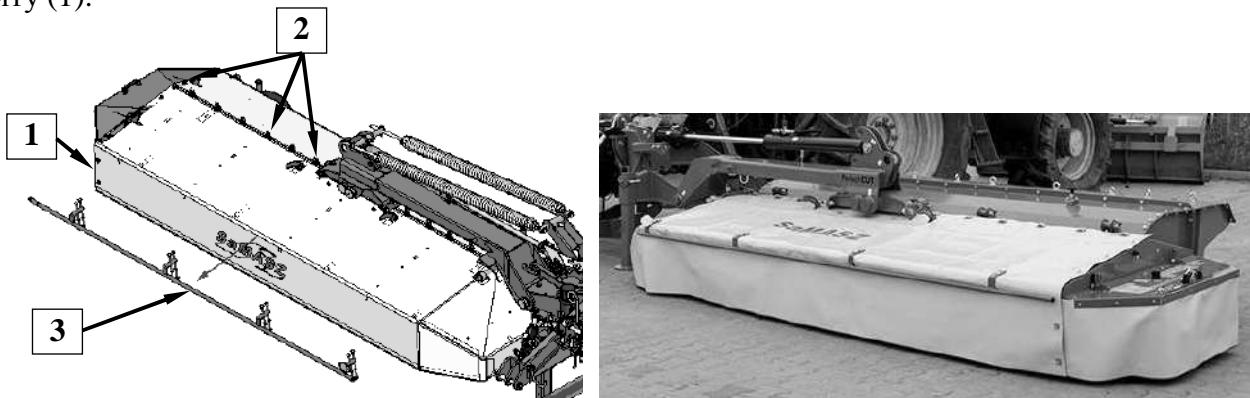

Рис. 8. Крепление брезентовой защиты на косилке
В связи со складыванием, косилки производимые фирмой СаМАШ ООО оснащены брезентовыми защитами (1) для самостоятельного монтажа. Для правильной установки защиту следует разложить её на косилке и закрепить зажимами (2) и передней защитой (3). **Рис. 8.** Передняя защита (3) должна быть прикручена так, чтобы прижимать брезентовую защиту (1).